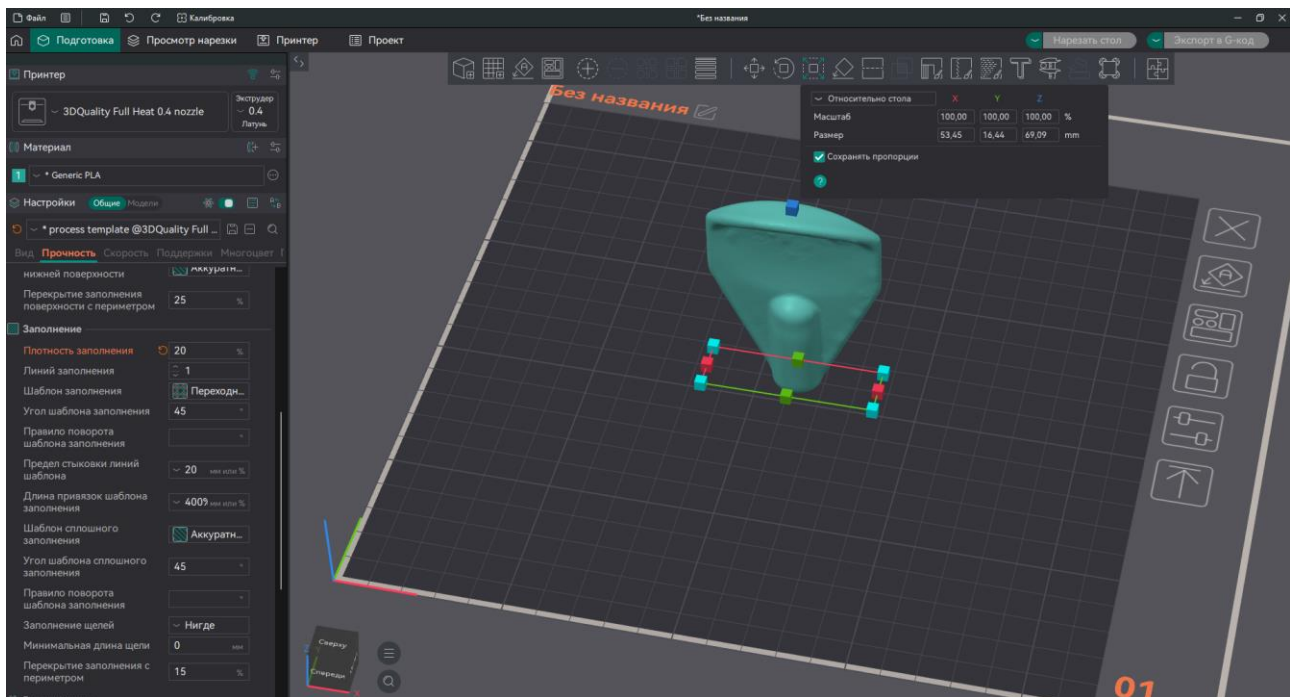

Рис. 25. Настройка печати
- юбка: 1 контур, расстояние 5 мм (Рис. 25).